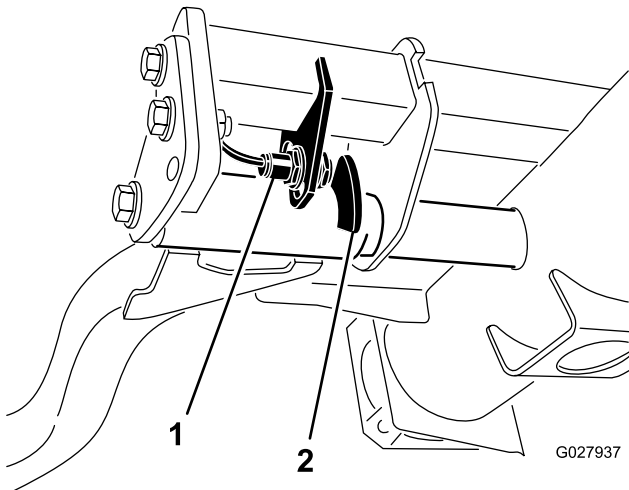

Bild 67
2. Der Hubarmschalter befindet sich unter dem Hydraulikbehälter hinter dem rechten vorderen Hubarm (Bild 67).
3. Lösen Sie die Befestigungsschrauben des Schalters und schieben den Schalter nach unten, um die Wendehöhe des Hubarms zu erhöhen, oder schieben Sie den Schalter nach oben, um die Wendehöhe des Hubarms zu verringern (Bild 67).